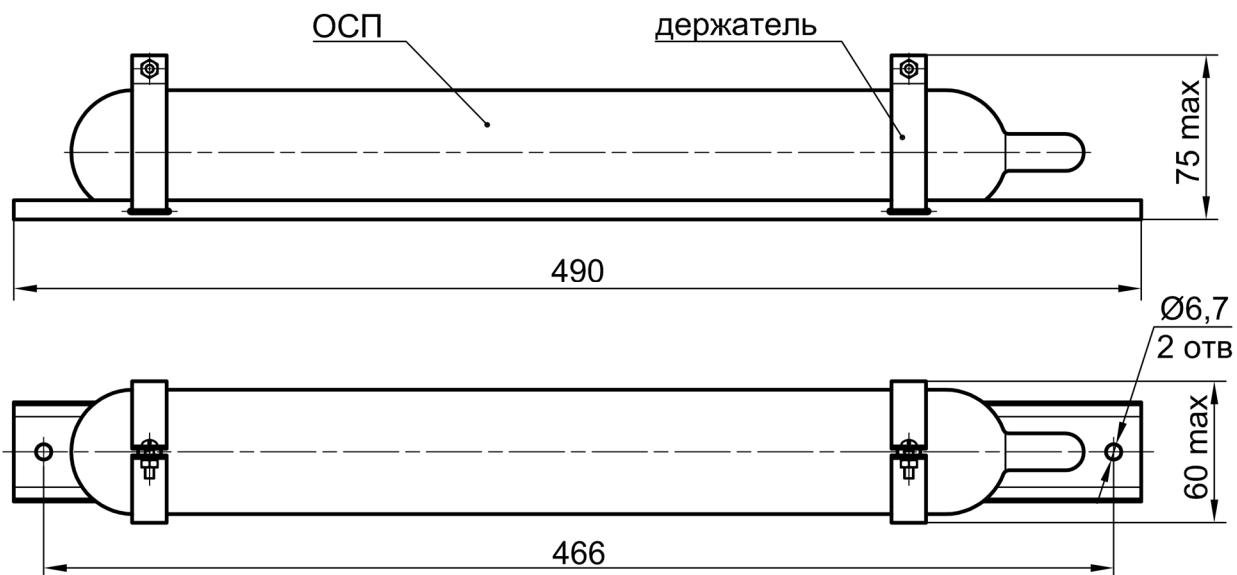

Рис. 2.3 OSP с держателем М.
- М - для подвижного состава метрополитена, см. рис. 2.3;
6.5 OSP с держателями М или м/ф монтируются на горизонтальных конструкциях или потолке при помощи шурупов, болтов и т.п. Координаты крепежных отверстий держателей см. рис. 2.3 и 2.4.